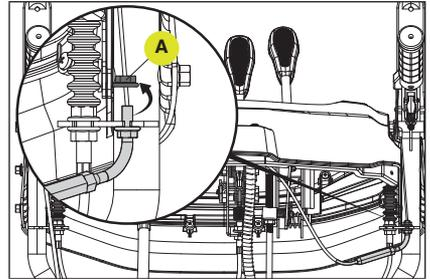

Figure 86
1. Sur la face inférieure du panneau de commande, desserrez l'écrou supérieur (A) du câble d'embrayage à droite. (Fig. 86)